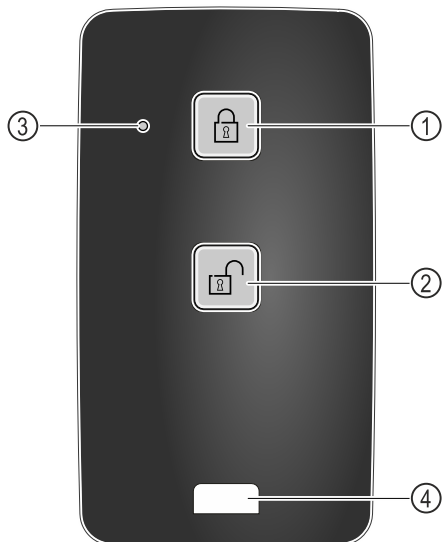

Fig. 219
- Paina kaukosäätimen painiketta Fig. 219 (1).
- Paina kaukosäätimen painiketta Fig. 219 (2).
- Tila-LED Fig. 219 (3) antaa painiketta painettaessa optisen palautteen.
- Silmukka Fig. 219 (4) kaukosäätimen kiinnittämiseen, esimerkiksi avainnippuun.